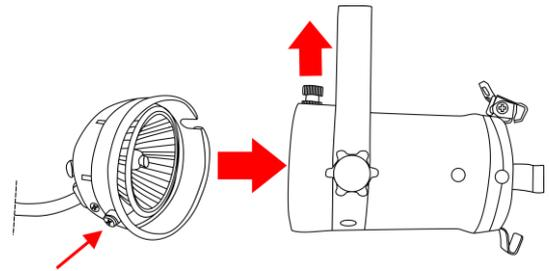

Fig. 06
- 05) Vuelva a colocar la cubierta trasera en la lámpara (Fig. 06). Asegúrese de que el tornillo de la parte inferior de la cubierta trasera encaja en la parte inferior de la cubierta delantera.